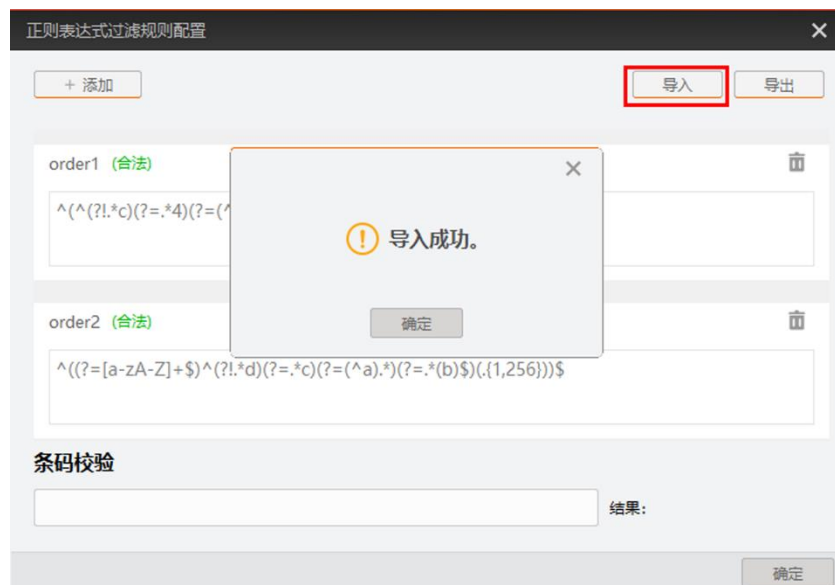

图4-54 正则表达式过滤规则导入
- 单击界面右上方的导入，选择本地的.xml 文件，即可导入过滤规则。若成功导入，将弹出**导入成功**提示，同时界面将显示导入的过滤规则，如图 4-54 所示。